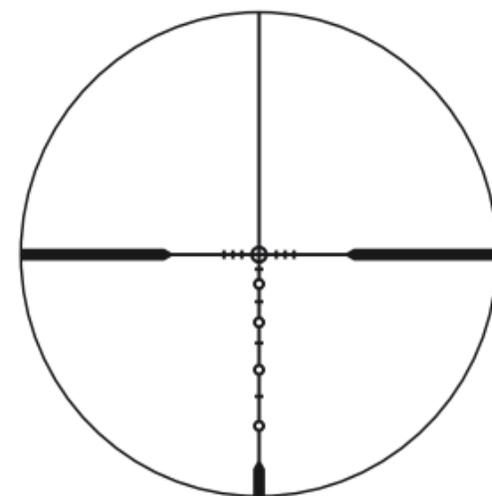

Fig. 3
(1) Mise au point
- 1 Regardez dans l'oculaire, l'œil placé à environ 4 pouces (10 cm) de l'oculaire, pour voir le réticule BDC SuperSub (Fig. 3). Assurez-vous que votre œil est correctement aligné et positionné à la bonne distance, afin d'éviter que votre vue ne soit « bouchée ».